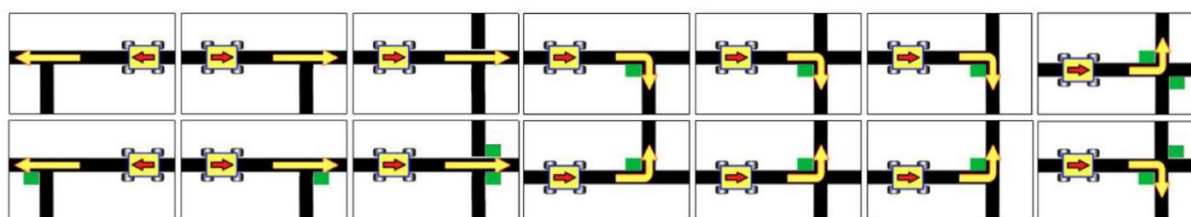

Figura 5: Exemplos de caminhos a serem seguidos em intersecções.
- 2.3.4. Intersecções podem estar presentes em qualquer ponto do percurso. Intersecções são sempre perpendiculares (90°) podendo conter 3 ou 4 ramos. Logo antes das intersecções, podem haver marcações de fita isolante verde de 2,5 cm x 2,5 cm para indicar a direção recomendada para o robô seguir. Será recomendado o caminho mais curto ou mais vantajoso, mas o caminho não é obrigatório, portanto, robôs incapazes de identificar a cor verde devem ser capazes de completar a prova mesmo assim. A marcação verde pode indicar um caminho à direita ou à esquerda. Na ausência da marcação verde, o caminho recomendado é continuar em frente. Se a marcação verde estiver após o cruzamento, ela diz respeito a outra parte do percurso e deve ser ignorada. A Figura 5 apresenta exemplos de caminhos a serem seguidos nestes casos.